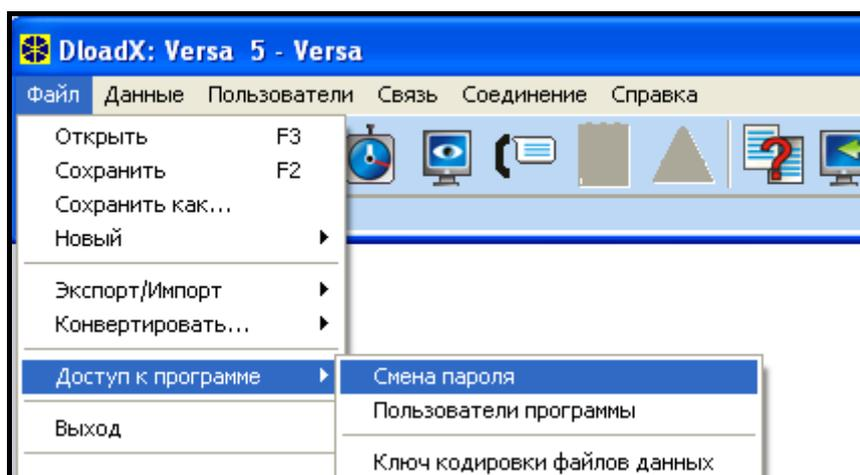

Рис. 5. Функции, касающиеся доступа к программе DLOADX.
1. В меню Файл выберите Доступ к ПРОГРАММЕ, а потом СМЕНА ПАРОЛЯ (см.: рис. 5).
Программа позволяет получить доступ после ввода дополнительных паролей, которые можно задать и которым можно назначить полномочия (ФАЙЛ →ДОСТУП К ПРОГРАММЕ →ПОЛЬЗОВАТЕЛИ ПРОГРАММЫ – см.: рис. 5).